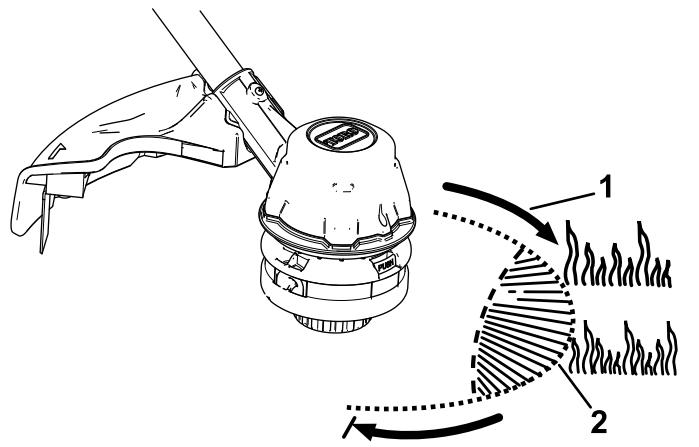

**Figure 15**
La débroussailleuse est réglée à l'usine pour offrir une largeur de coupe de 36,6 cm (14 po), comme montré en A de la Figure 15. Reportez-vous aux instructions suivantes pour régler la largeur de coupe à 40,6 cm (16 po), comme montré en D de la Figure 15.
1. Déposez l'équerre de réglage au fond du déflecteur en retirant les 2 vis de fixation à l'aide de la clé Allen fournie (B de la Figure 15) et tournez l'équerre de 180°.
2. Remettez ensuite les 2 vis retirées précédemment (C de la Figure 15).